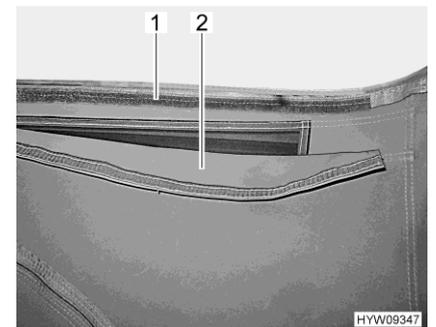

Fig. 86 Aération (ouverte)
- Tirer le pan d'étoffe (Fig. 86,2) vers le haut et presser la bandes velcro (Fig. 86,1).